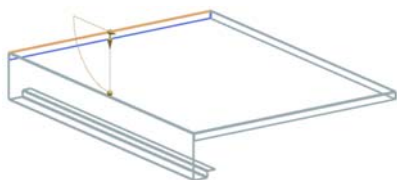

图 11-121 选择弯边
(5) 选择弯边，同时在视图区预览显示所创建的弯边，如图 11-121 所示。